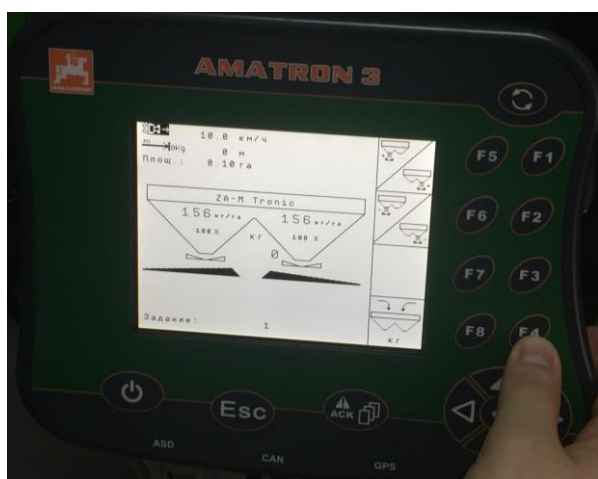

Рисунок 10.12 – Настройка количества удобрений в бункере
11. Перейдите к настройке количества удобрений, выбрав клавишу **F4**, установите **1000 кг** (рисунок 10.12).